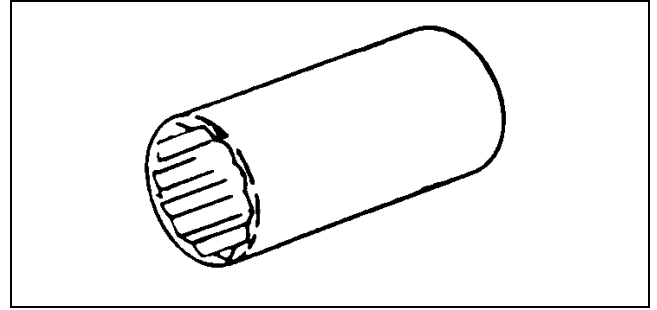

Figure 28
- TOR80149 Injector Socket (Fig. 28)